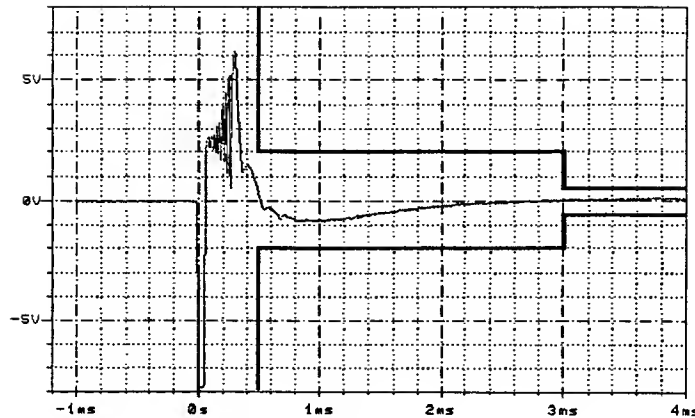

Abbildung 1
- Die Spannungsänderung am Ausgang des Phasendetektors darf sich bis 500 µs nach Baugruppenstrobe nur noch um maximal 2V ändern. Nach 4ms muß die Änderung < 0.5V sein. Es ergibt sich ein Spannungsverlauf wie in Abbildung 1.